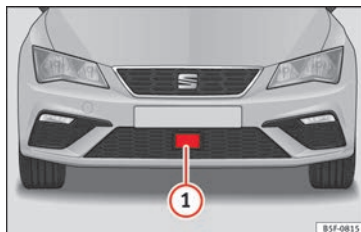

Fig. 205 En el paragolpes delantero: sensor de radar.
En el paragolpes delantero va montado un sensor de radar para captar la situación del tráfico » **fig. 205 ①**.